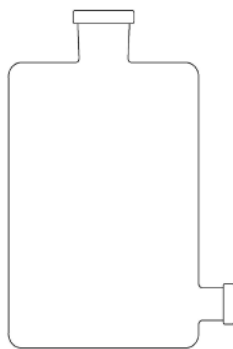

Рис. 93. Бутылка Вульфа
1. **Бутыль Вульфа** (склянка-аспиратор, склянка с тубусом) (рис. 93) — бутыль для хранения жидких реактивов. Для отбора жидкости имеется тубус (трубка) либо дополнительная горловина.